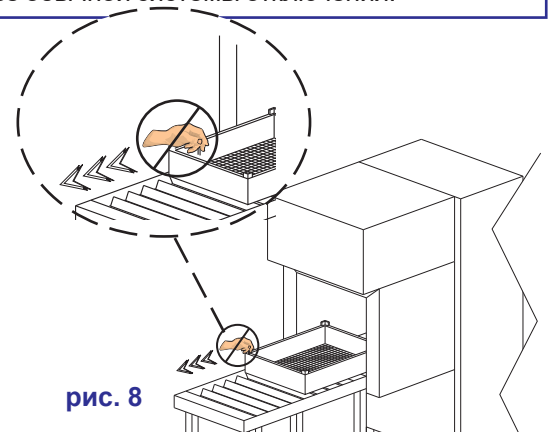

рис. 8
**Запрещается вынимать корзину из машины до того как она выйдет из туннеля и просовывать кисти рук или руки внутрь машины во время ее работы (см. рис. 8).**